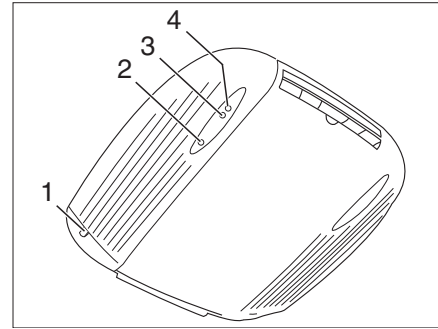

Fig. 223 Vue de l'intérieur
- Raccorder le véhicule à l'alimentation 230 V. La climatisation est prête à fonctionner. La DEL rouge (Fig. 223,2) s'allume.
Le voyant de contrôle vert (Fig. 223,3) indique le fonctionnement de refroidissement, le voyant de contrôle rouge (Fig. 223,4) le fonctionnement de chauffage.